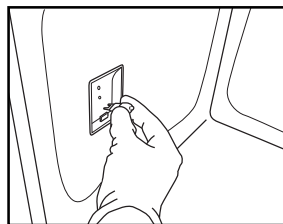

Fig. 8
4. Skift pæren ud (se bemærkningen angående type) (Fig. 8).